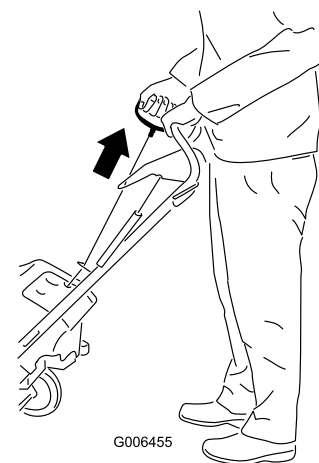

Figura 16
4. Tire del arrancador de retroceso (Figura 16).